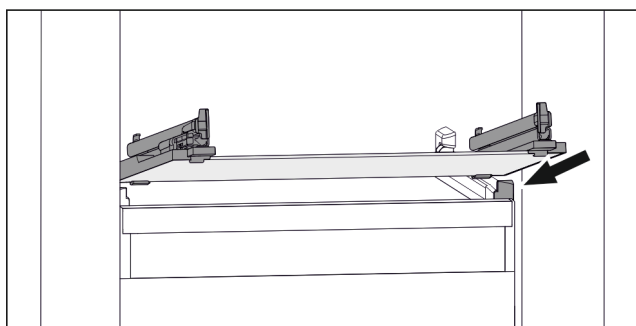

Fig. 130 Příklad znázornění skleněné desky
- ▶ Nasad'te skleněnou desku šikmo za zarážky. (viz Fig. 130)